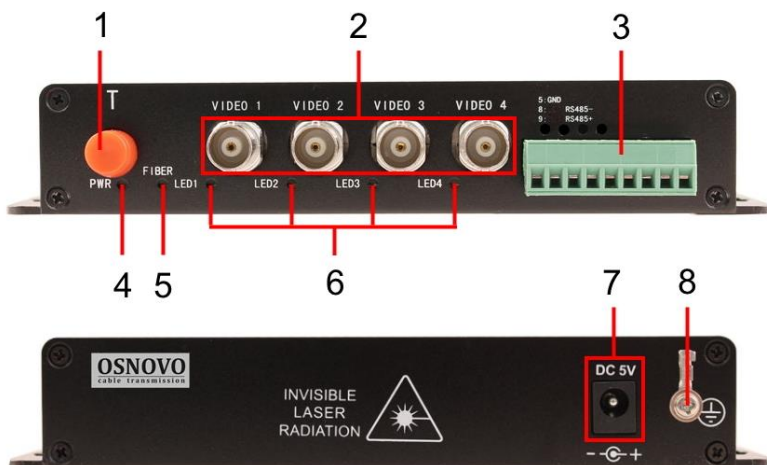
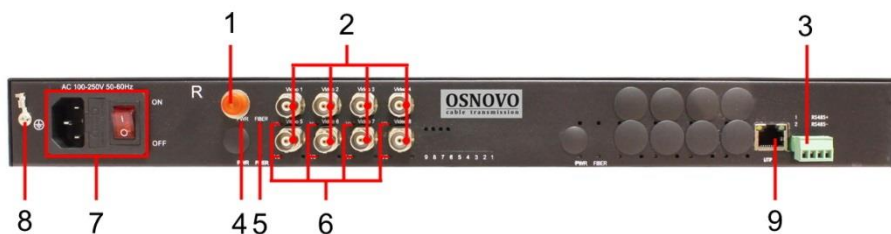

Рис.3 Разъемы подключения и индикаторы передатчика TA-H42/15F / приемника RA-H42/15F
Рис.4 Разъемы подключения и индикаторы передатчика TA-H82N/15F / приемника RA-H82N/15F
Корпуса передатчиков имеют маркировку «Т» на корпусе рядом с разъемом FC (1) Рис.3, Рис.4 (TA-H42/15F, TA-H82N/15F).
Корпуса приемников имеют маркировку «R» на корпусе рядом с разъемом FC (1) Рис.3, Рис.4 (RA-H42/15F, RA-H82N/15F).